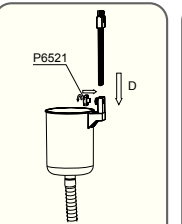

Fig. 9 / Abb. 9 / Kuva. 9 / EIK. 9 / Pnc. 9 / Rys. 9 / 9. Ábra
provided screw (P6521). (See Fig. 9)
3. Conecte o gancho da estrutura montado ao corpo do skimmer e aperte-o com o parafuso fornecido (P6521). (Veja Fig. 9)
3. Conecte el gancho montado al cuerpo del skimmer ajustándolo con el tornillo incluido (P6521). (Vea Fig. 9)
3. Bringen Sie den zusammengebauten Rahmenhaken am Skimmergehäuse an und ziehen Sie ihn an der mitgelieferten Schraube (P6521) fest. (Siehe Abb. 9)
3. Maak de geassembleerde framehaak vast aan de skimmer en zet vast met de schroeven (P6521). (Zie Fig. 9)
3. Fissare il gancio montato al corpo dello skimmer stringendolo con la vite fornita (P6521) (Vedere Fig. 9).
3. Fixez le crochet assemblé sur le corps du dépollueur et serrez-le à l'aide de la vis fournie (P6521). (Voir Fig. 9)
3. Прикрепите собранный крючок к корпусу скиммера и затяните крепление винтом (P6521). (См. Рис. 9)
3. Przyłóż zmontowany hak konstrukcyjny do korpusu skimmera i przyczmuj go za pomocą dołączanego wkrętu (P6521). (Patrz Rys. 9)
3. Sätt fast den monterade kantroken på skimmerstommen och fäst med den medföljande skruven (P6521). (Se Fig. 9)